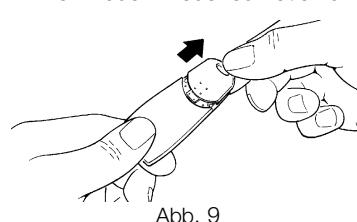

Abb. 9
- Den Boden durch Ziehen öffnen – siehe Abbildung 9.